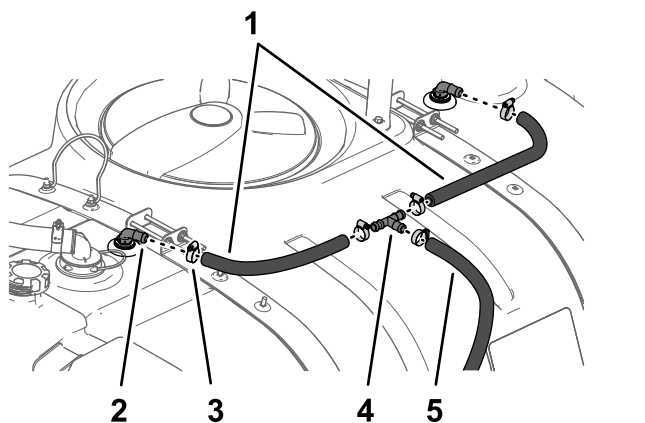

Рисунок 27
1. Подсоедините 2 шланга размером 1,9 x 61 см и 2 шланговых хомута к каждому прямоугольному штуцеру на узлах промывочных сопел и затяните хомуты от руки (Рисунок 27).
помощью 2 шланговых хомутов, как показано на Рисунок 27.
3. Установите шланги размером 1,9 x 180 см и шланговый хомут на тройник, как показано на Рисунок 27.
1. Наденьте шланг длиной 53,3 см в нижней части промывочного бака на внутренний прямой штуцер типа «елочка» насоса промывочного бака с помощью шлангового хомута и затяните хомут от руки (Рисунок 27).